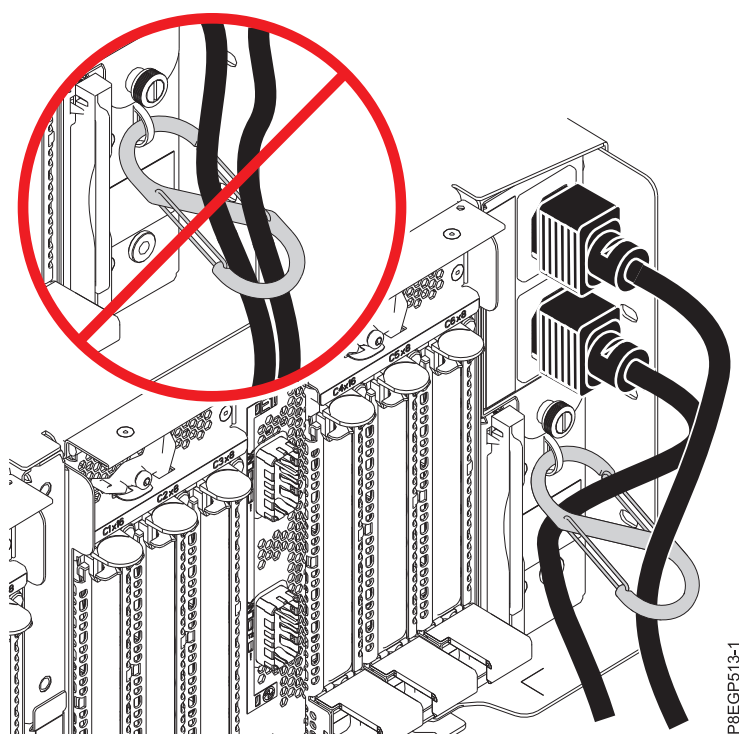

図 16. S 字形のカラビナを通した電源ケーブルの配線と電源への接続
- b. 電源ケーブルを、PCIe3 6 スロット・ファンアウト・モジュールやモジュールに邪魔されないよう、S 字形のカラビナを通して配線します。『図 16』を参照してください。
- c. 電源ケーブルのもう一方の端を、取り付ける EMX0 PCIe3 拡張ドロワー上の電源装置に接続します。『図 16』を参照してください。